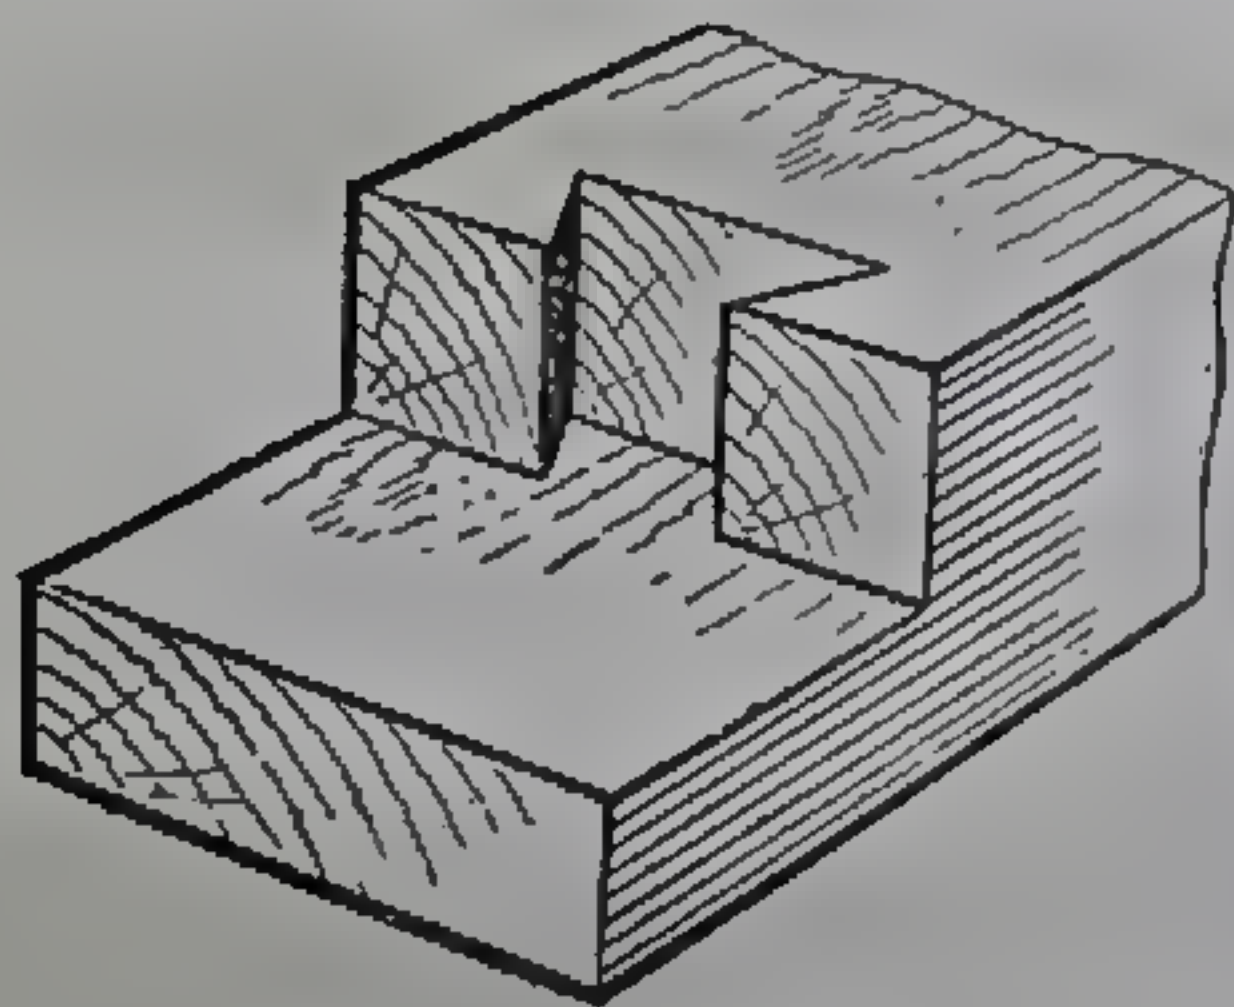

Рис. 144. Выборка паза под гребень
8. Выбрать паз в колодке сверлением, долблением и резанием стамеской (рис. 144).